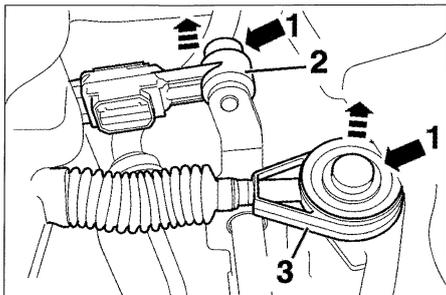

FIG. 1
• Separar los cables del mando de caja de velocidades. Para ello, presionar sobre los bloqueos (1) del cable de selección (2) y del cable de cambio de velocidades (3) y extraer los cables de los mandos (fig. 1).